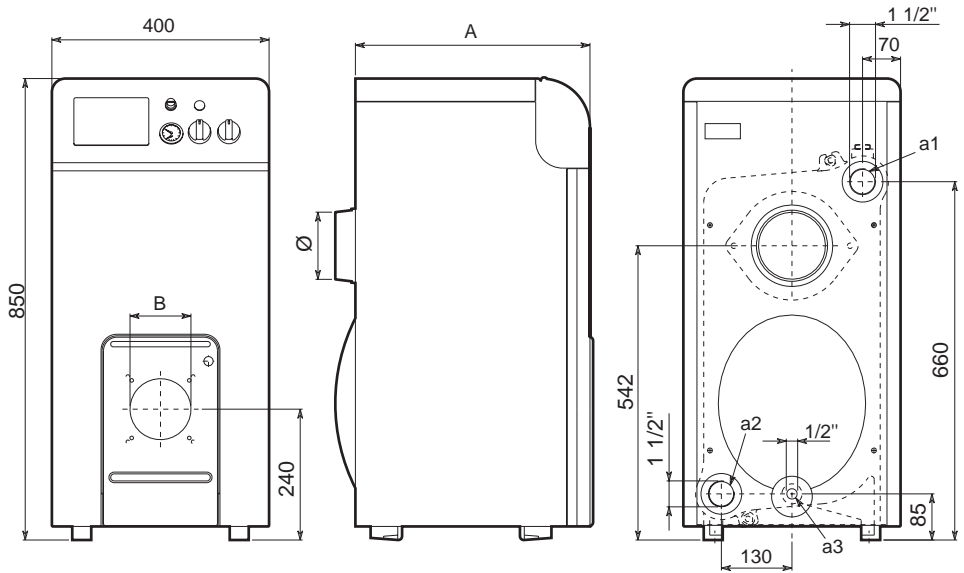

fig. 2
2.01 Dimensiones y tabla de características (fig. 2 - tabla 1)
Efectuar la conexión hidráulica respetando las indicaciones de la fig. 2 de este manual. La conexión se debe efectuar de tal manera que las tuberías estén libres de tensiones. Es obligado instalar una válvula de seguridad tarada a 3 kg/cm², en el circuito de calefacción lo más próxima posible, y sin ninguna interceptación, entre ésta y la caldera. La caldera no viene provista de vaso de expansión, por lo cual su instalación debe de ser efectuada por el instalador. Se recuerda a este propósito que la presión del vaso, en frío, debe de estar comprendida entre 0,5 y 1 Kg/cm².